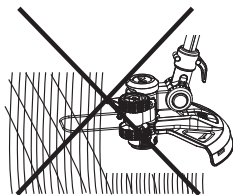
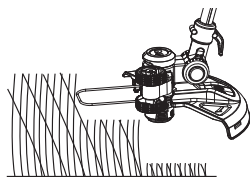

Fig. 19
Fig. 20
7. Veillez à ce que le dispositif de coupe reste propre et exempt de résidus qui pourraient le bloquer. Contrôlez-le régulièrement. Relâchez l'interrupteur marche/arrêt (3) et retirez le bloc-batterie avant de procéder au contrôle.
8. Coupez les herbes hautes par étapes ; et non en une seule fois (Fig. 19). Pour obtenir les meilleurs résultats, coupez les herbes hautes par étapes (Fig. 20).